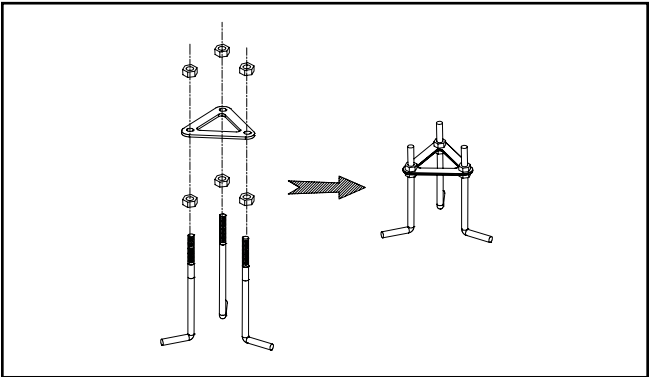

Figure 1.
1. Assemblez le support de boulon d'ancrage (x1) sur les boulons d'ancrage (x3) avec les écrous (x6) comme illustré à la figure 1 et utilisez-le pour déterminer l'emplacement des boulons d'ancrage dans le béton.